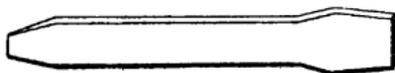

Fig. 89.
**Burins** (fig. 89). — Outil à main avec lequel on